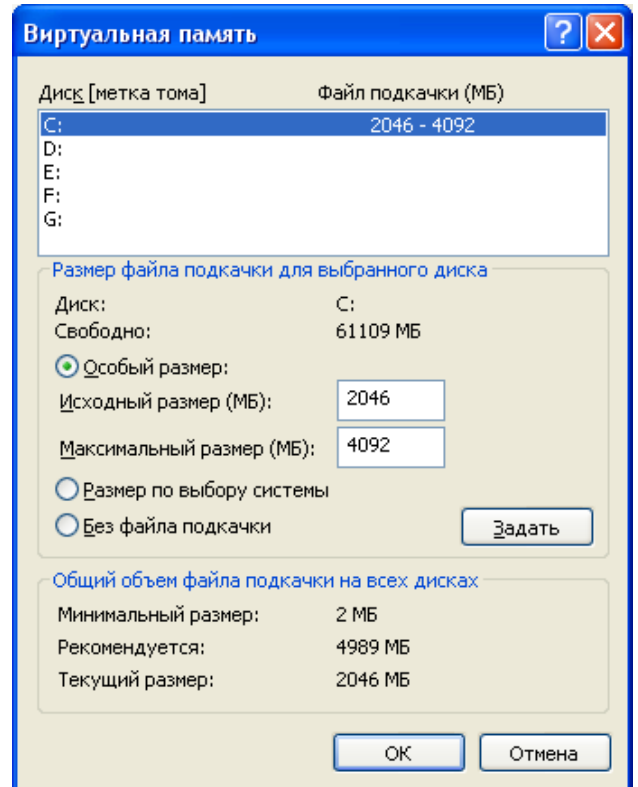

Рисунок 25
- в открывшемся окне «**Виртуальная память**», рисунок 25, выставит переключатель у параметра «**Особый размер**», в поле «**Исходный размер (МБ)**» введите значение виртуальной памяти. Значение рекомендуется указать в два раза больше имеющегося.